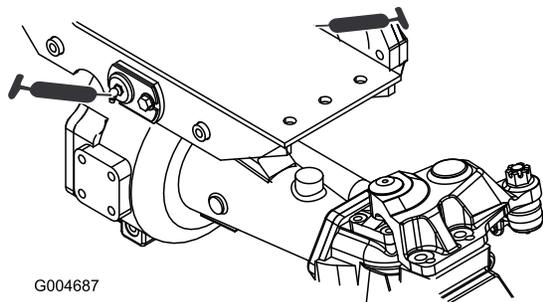

Рисунок 63
- Втулки шарниров переднего и заднего моста (2 шт.) (Рисунок 63)